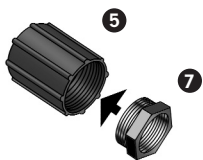

Abb. 11
- Messingreduzierstück mit Gewindemuffe verschrauben (Abb. 11).